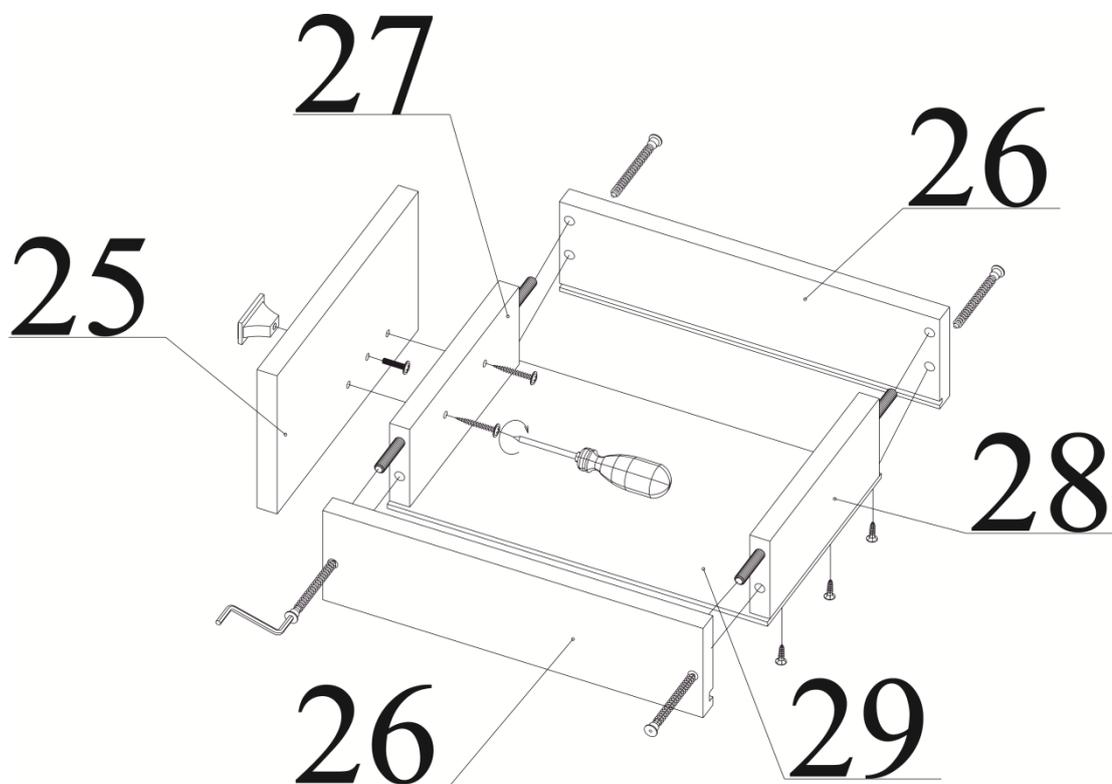

Рисунок 14
16. На детали (поз. 27, 28) вбейте шканты. С помощью евровинтов соберите ящик из деталей (поз. 26, 27, 28) в пазы установите деталь (поз. 29) и закрепите шурупами 3,5х16. Используя винт М4х18 прикрутите ручку-кнопку к детали (поз. 25). Шурупами М4х30 прикрутите деталь (поз. 25) к собранному ящику. Шурупами 3,5х16 прикрутите роликовые направляющие. Установите ящик в направляющие пазы. См. рисунок 14.